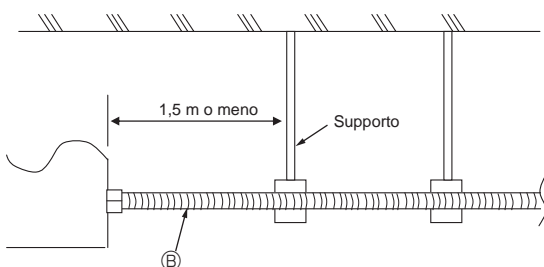

Fig. 8-7
Per evitare sollecitazioni eccessive alla scatola delle derivazioni, sostenere il condotto di cablaggio (B) con uno o più supporti posizionati a 1,5 m o meno dalla scatola delle derivazioni. Vedere la fig. 8-7 come esempio.